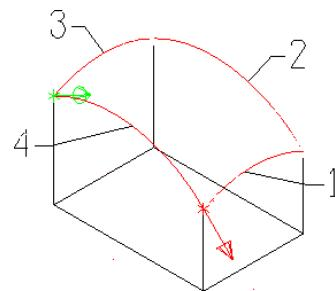

图 6-40 选取边界曲线
- 03 根据系统提示，依次选择直线 1、2、3、4 作为创建网状曲面的边界曲线，如图 6-40 所示。单击“串连选项”对话框中的“确定”按钮。